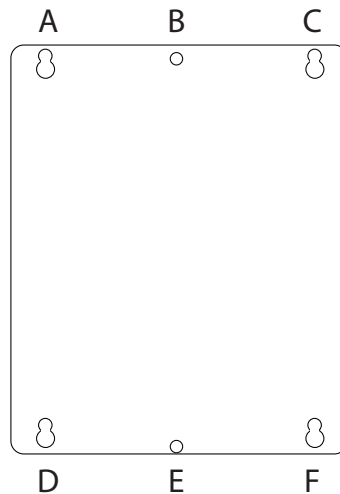

Figure 5. Boîtier de montage Trous
- Pour le montage mural en contreplaqué, utiliser une clé pour installer une vis hex de retard dans les quatre trous de coin (trous A, C, D et F), en laissant 1/8 po. De chaque vis exposée (Figure 5). (L'enceinte se bloque sur les extrémités exposées de chaque vis.) Ensuite, soulever et placer l'enceinte sur les vis apparentes et contre la surface de contre-plaqué, en alignant les boulons exposés A, C, D et F avec le fond de la forme en huit trous d'enceinte dans l'enceinte. Serrer les vis nécessaires pour sécuriser l'installation. Ensuite, installez deux vis dans les trous B et E dans l'enceinte. Enfin, serrez chaque vis jusqu'à ce que l'installation du boîtier est solidement fixé. Passez aux instructions de câblage, "Instructions de câblage électrique WattZilla" (page 12).